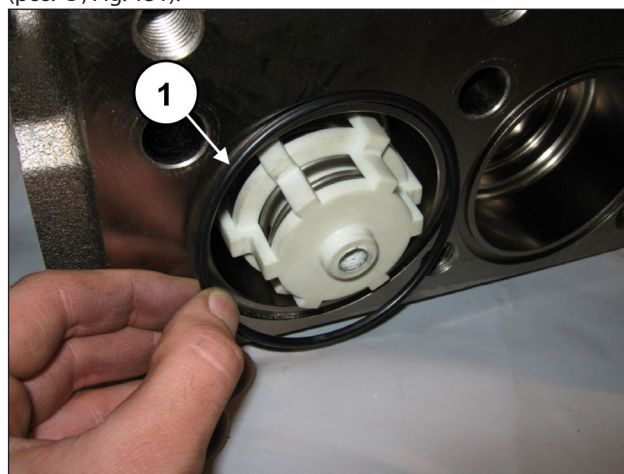

Fig. 151
Aplicar la junta tórica frontal en las válvulas de aspiración (pos. ①, Fig. 151).